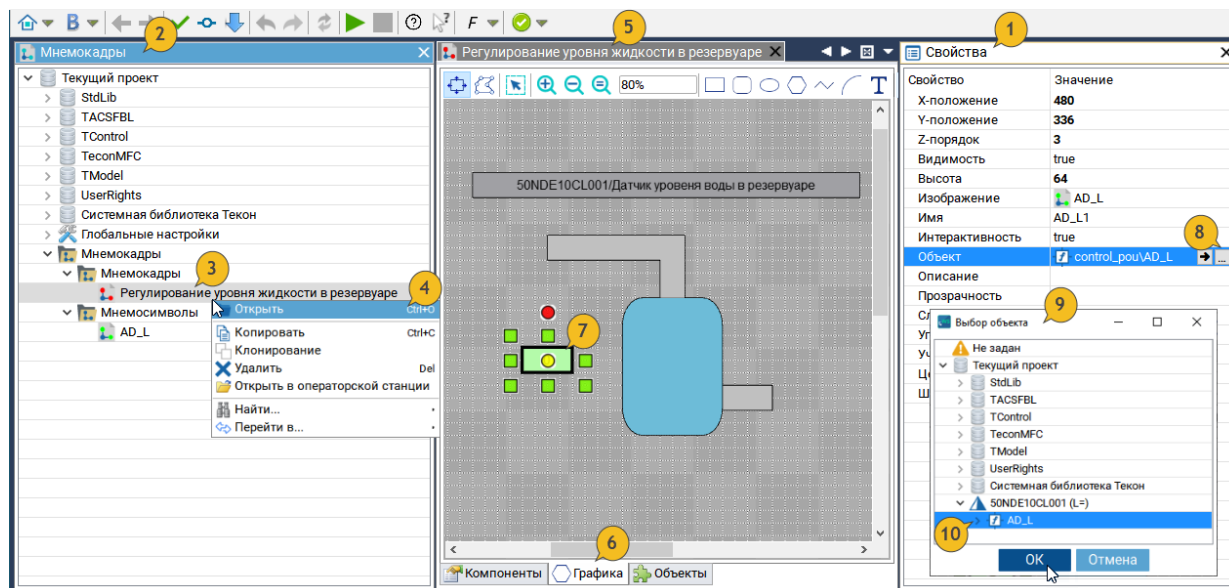

Рисунок 49 - Привязка датчика
- привязать в мнемосхеме "Регулирование уровня жидкости в резервуаре" ранее добавленный мнемосимвол **AD_L** (см. пункт Размещение мнемосимвола на мнемосхеме), для этого необходимо выполнить следующие действия (рисунок 49):
- о во всплывающем меню выберите пункт **Свойства**. В правой части появится соответствующее окно (1);
- о в окне **Мнемокадры** (2) откройте ранее созданную мнемосхему "**Регулирование уровня жидкости в резервуаре**" (3) с помощью пункта контекстного меню **Открыть** (4);
- о в окне редактора мнемосхемы "**Регулирование уровня жидкости в резервуаре**" (5) откройте окно **Графика** (6);
- о выделите мнемосимвол (7) на мнемосхеме;
- о нажмите на кнопку  (8) в поле **Объект** окна **Свойства** (1). При этом откроется окно **Выбор объекта** (9);
- о выделите функциональный объект **AD_L** (10);